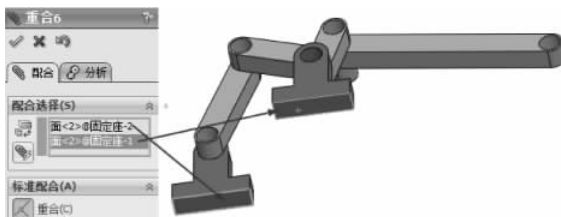

图 3-180 重合配合
(12) 选择【标准配合】选项组下的【重合】配合类型 ,在【要配合的实体】选择框  中选择如图 3-180 所示的面,其他保持默认,单击【确定】按钮 ,完成重合配合。